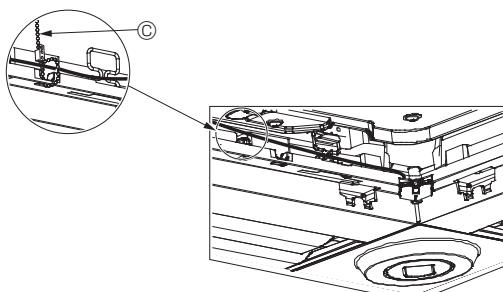

Fig. 10-12
- Zeker de bedrading van de i-see-Sensor en signaalontvanger op het paneel met de clip zoals aangegeven in de tekening, zodat er geen speling in de bedrading zit en snij vervolgens het overtollige eind van de clip af. (Fig. 10-12)
- Als de positie van de i-see-Sensor is gewijzigd van de positie “○” (E) naar de positie “□” (F), wijzig dan de functie-instellingen. (Zie pagina 13.)